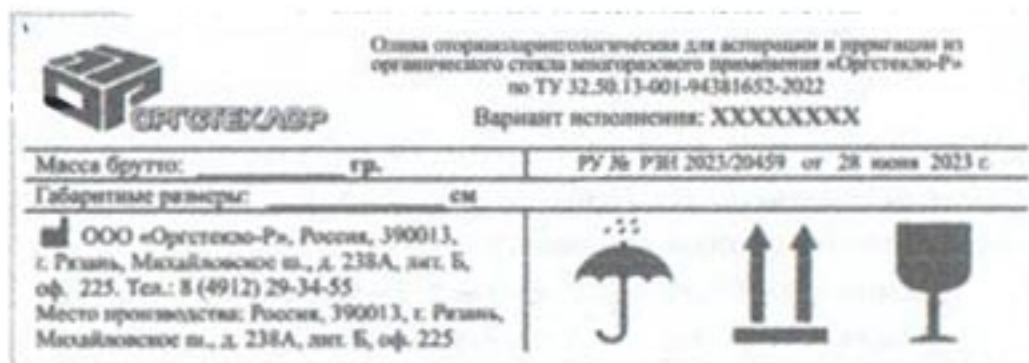

Рисунок 3. Проект транспортной маркировки
3.4.5 На каждую транспортную тару нанесены манипуляционные знаки, соответствующие значениям (Рис.3):